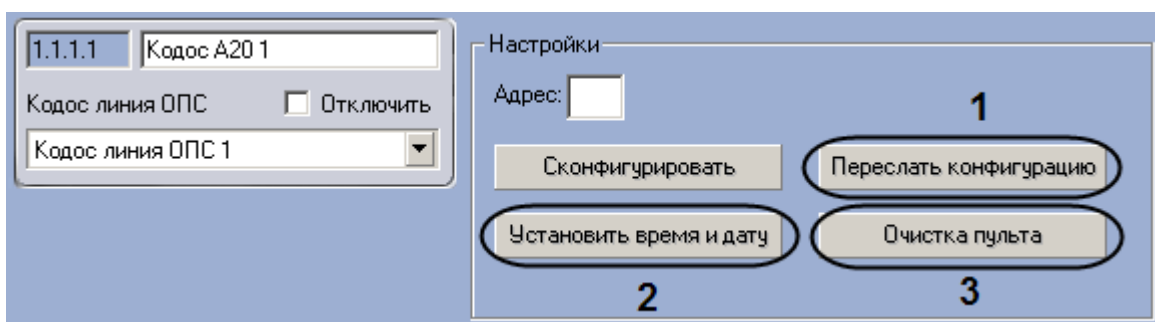

Рис. 3.6—5 Пересылка конфигурации в ППКОП *Кодос А-20*
1. Перейти на панель настроек объекта **Кодос А20** (Рис. 3.6—5).
2. Для пересылки в ППКОП *Кодос А-20* данных о временных зонах и конфигурации подключенного оборудования необходимо нажать на кнопку **Переслать конфигурацию** (см. Рис. 3.6—5, 1).
3. Для пересылки в ППКОП *Кодос А-20* времени Сервера необходимо нажать на кнопку **Установить время и дату** (см. Рис. 3.6—5, 2).